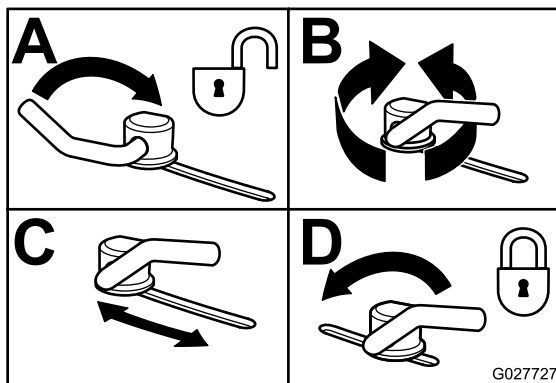

Figura 29
3. Para ajustar os bloqueios do excêntrico, rode a alavanca para cima para libertar o bloqueio do excêntrico (Figura 29).
5. Rode novamente a alavanca para apertar o abafador e os bloqueios do excêntrico (Figura 29).